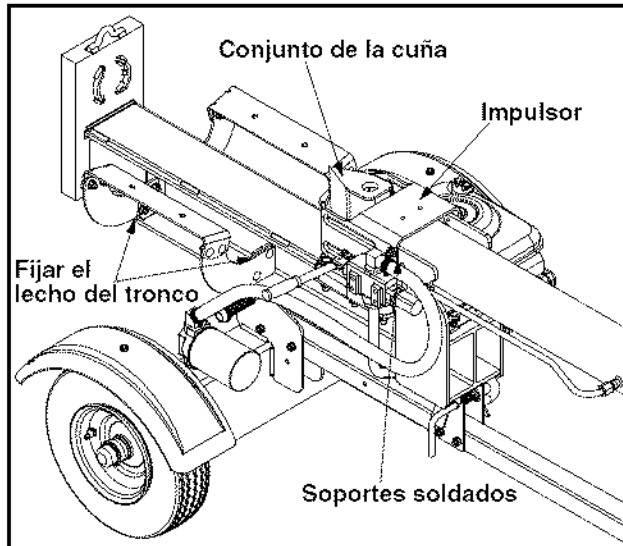

Figura 4
- Fijar el impulsor sobre el conjunto de la cuña y fijar a los soportes soldados con la ferretería previamente extraída. Ver la Figura 4.